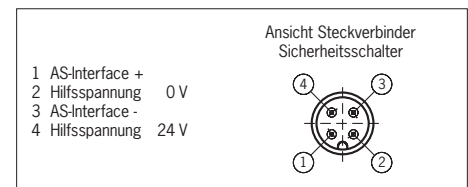

Bild 3: Anschlussbelegung M12-Steckverbinder
- ▶ Schäden am Gerät durch ungeeigneten Betätiger. Achten Sie darauf den richtigen Betätiger auszuwählen (siehe Tabelle in Bild 3).